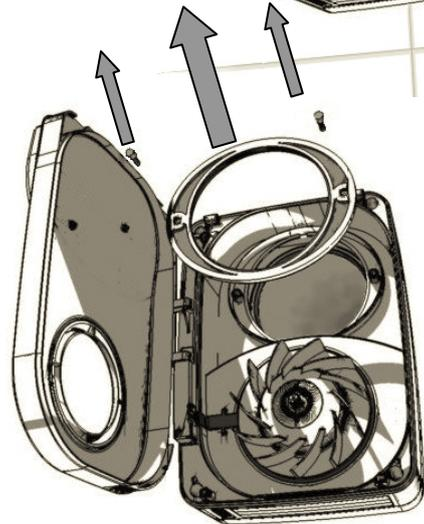

FIG.10
- 8- Enlever les 2 vis et détacher le collier de maintien de l'échangeur de chaleur (FIG 10).